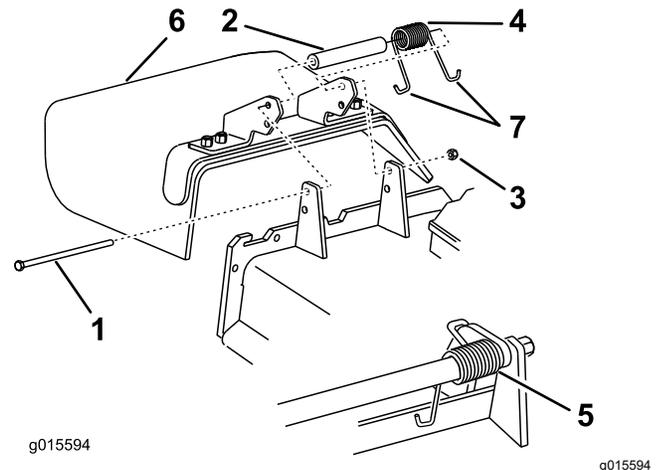

Рисунок 91
1. Снимите контргайку, болт, пружину и проставку, удерживающие отражатель на кронштейнах оси поворота (Рисунок 91).
2. Снимите поврежденный или изношенный отражатель травы (Рисунок 91).
Примечание: Убедитесь, что один **J-образный** конец пружины зацеплен за край деки, прежде чем устанавливать болт, как показано на Рисунок 91.
6. Зацепите один **J-образный** конец пружины за отражатель травы (Рисунок 91).